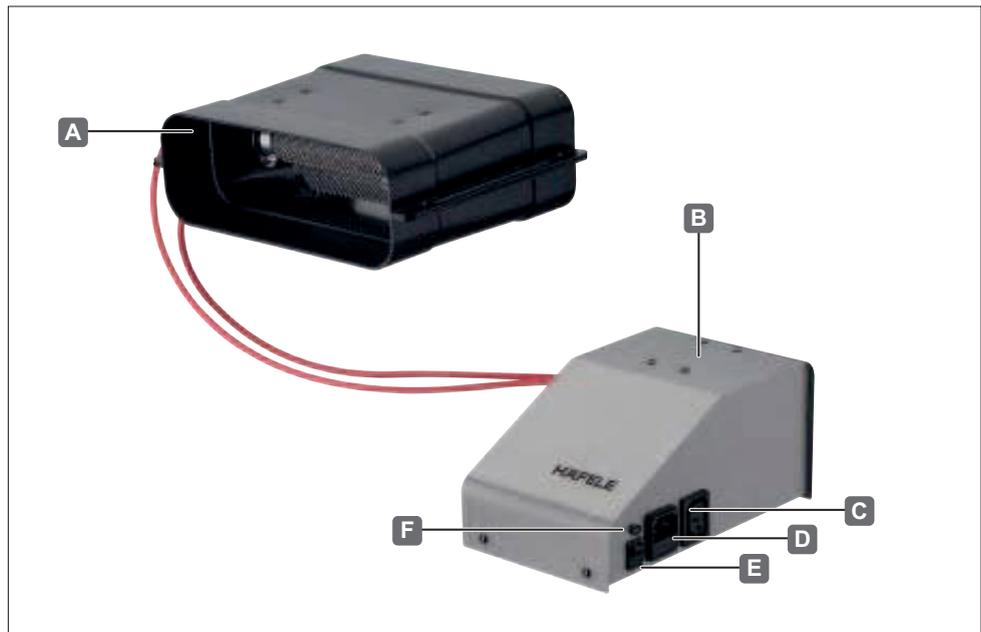

Abb.1: PurePlasma Lüfter PPL 60 DD - Aufbau
- Plasma-Generator (Abb. 1, **B**) in Unterschrank oder Sockel positionieren.
- Plasma-Emitter-Einheit (Abb. 1, **A**) am Ende des Kanalsystems im Sockelbereich anbringen.
- Plasma-Generator am Netzschalter (Abb. 1, **E**) einschalten.
- DownDraft-Haubenstecker mit Master-Slave-Buchse (Abb. 1, **C**) verbinden.
- Dunstabzugshaube einschalten. Beim Einschalten der Dunstabzugshaube blaue Kontroll-LED (Abb. 1, **F**) kontrollieren.